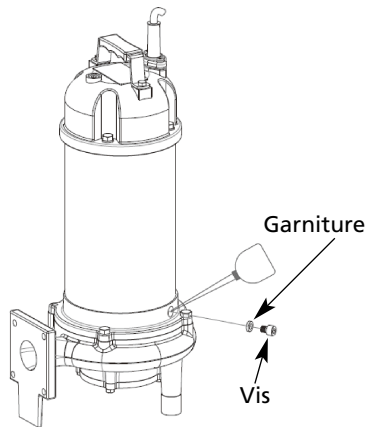

Figure 5
Reportez-vous à la figure 5, à la page 5 Débranchez l'alimentation en courant et retirez les tuyaux de refoulement. Pour vérifier l'huile, mettez l'unité à la verticale, enlevez la vis, et retirez la garniture de la plaque d'étanchéité. A l'aide d'une lampe de poche inspectez visuellement l'huile dans la chambre à huile pour vous assurer qu'elle est propre et de couleur légèrement ambrée, sans particules en suspension. De l'huile d'un blanc laiteux indique la présence d'eau. La chambre d'huile doit être maintenue à 80% pleine avec de l'huile de lubrification HD 20 ou une huile Shell Tubr 46. Reportez-vous à la section « Remplacer l'huile de lubrification ».
Reportez-vous à la Figure 5
1. Enlevez d'abord les raccords de tuyaux et vidangez la plupart de l'huile de lubrification de la plaque d'étanchéité comme précédemment indiqué dans la figure 5. Reportez-vous à la section « Remplacer l'huile de lubrification ».